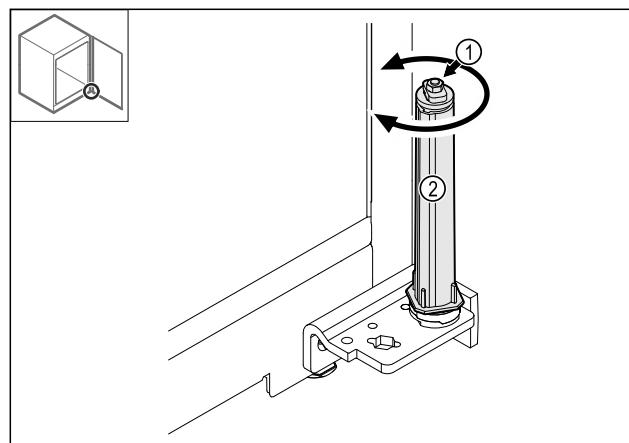

Fig. 40
- Neardykite uždarymo sistemos srieginės jungties Fig. 40 (1).
- Sukite uždarymo sistemą Fig. 40 (2), kol ji užsifiksuos.